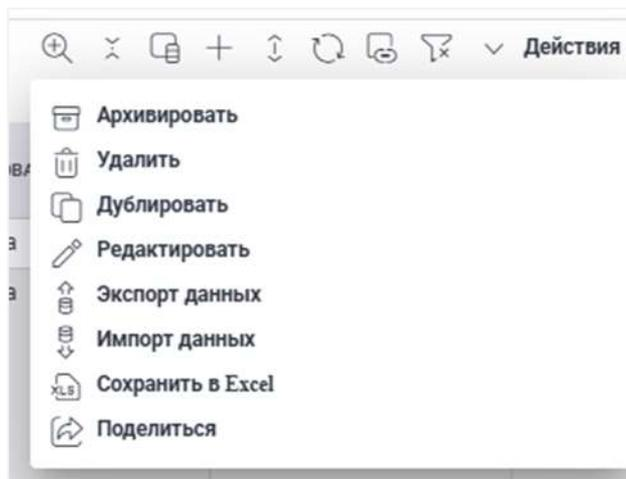

Рисунок 11. Действия с записью
9. Действия. Представлен перечень действий, которые можно выполнить с выбранной записью. В системе предусмотрена возможность Экспорта/Импорта данных из формата xlsx, а также сохранение в формате xlsx (Рисунок 11).